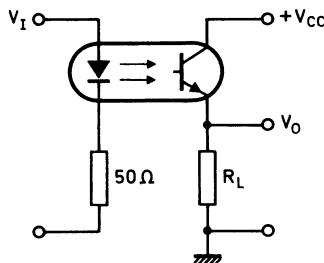

Fig. 2
**Temps de commutation (Fig. 2 et 3)**